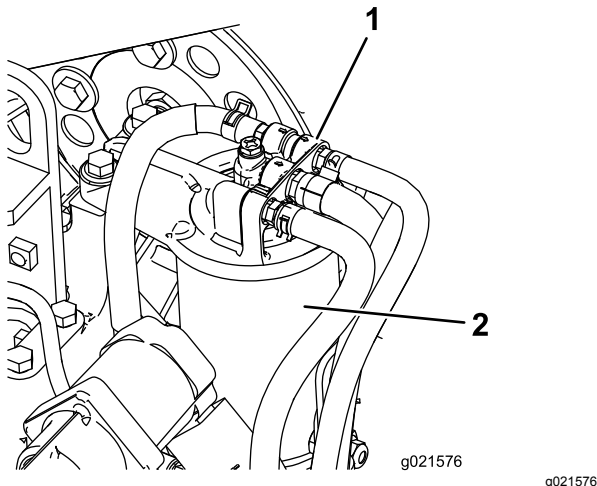

Figura 62
1. Limpie la zona alrededor del cabezal del filtro de combustible (Figura 62).
2. Retire el filtro y limpie la superficie de montaje de la cabeza del filtro (Figura 62).